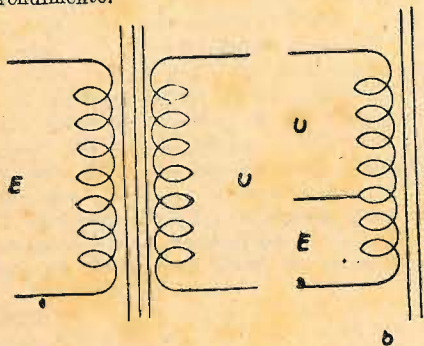

Fig. 1
Esaminiamo la fig. 1 — In essa (A) viene rappresentato un trasformatore con un solo secondario per semplicità ed in B un autotrasformatore equivalente.